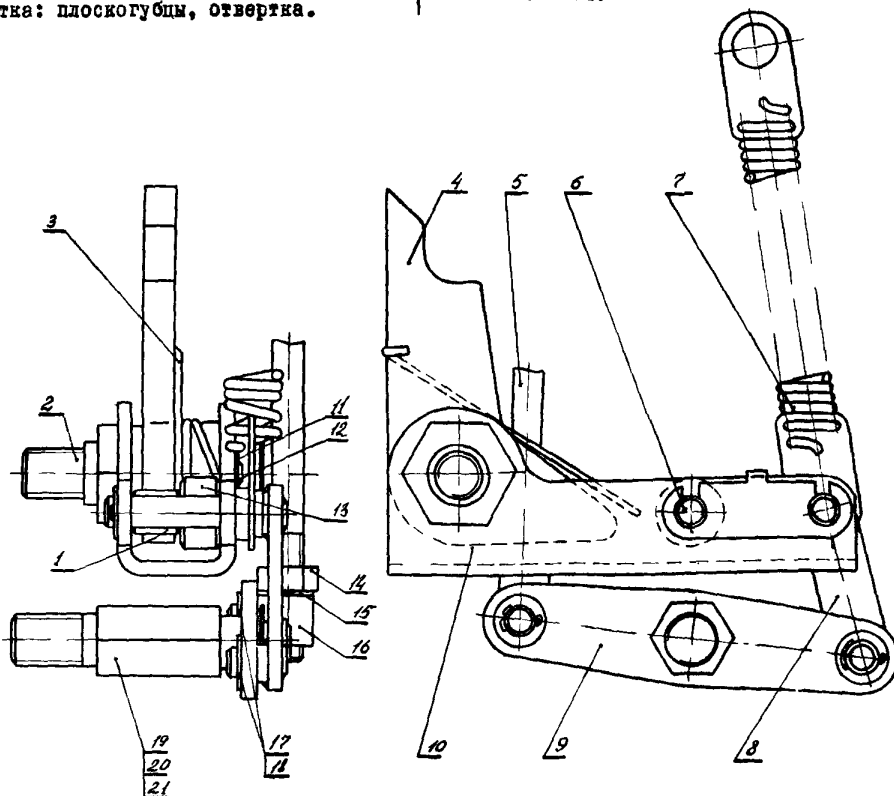
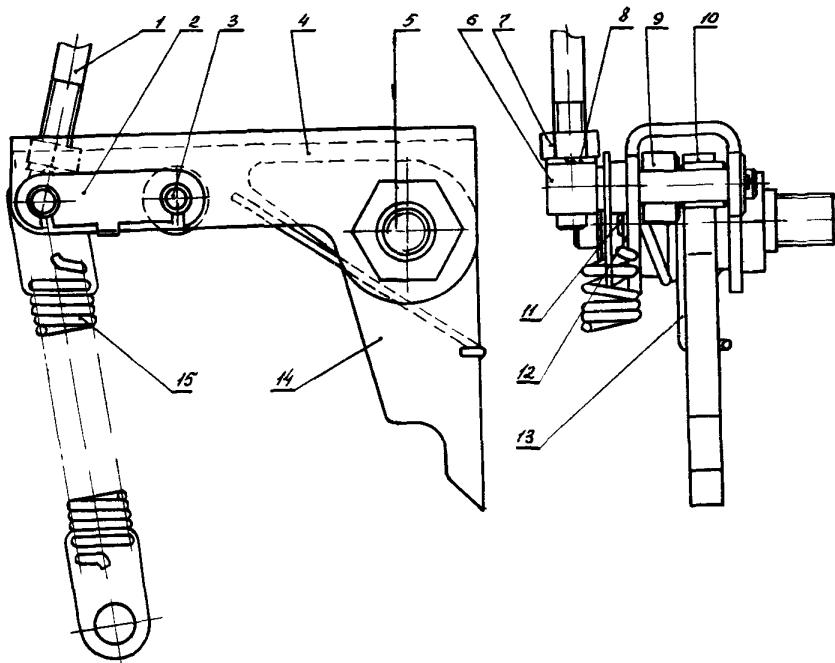

Рис.24. Запорное устройство включения:
Рис. 25. Запорное устройство отключения:
18.1. Расшплинтовать и снять с оси 2 запорного устройства включения (рис.24) пружину 15 (рис.25).
18.3. Расшплинтовать и снять с оси 5 узел запорного устройства отключения (см. рис.25).
18.4. Расшплинтовать и снять с осей 2 и 19 (рис.24) узел устройства включения с рычагом 9, тягой 5 и пружиной 7.
18.6. Осмотреть детали узлов и проверить, нет ли на собачках 4 (см.рис.24) и 14 (см.рис.25) и роликах 13 (см.рис.24), 9 и 10 (см.рис.25) задиров, сколов, вмятин и трещин; на пружинах 3 (см.рис.24), 13 (см.рис.25) трещины; заеданий и загибаний при вращении роликов; перемещения деталей относительно осей.
18.7. Проверить состояние (отсутствие задиров) осей 2, 19 (см. рис. 24) и 5 (см. рис. 25), их крепление в раме (подтянуть гайки).
18.8. Надеть на оси 2 и 19 (см. рис. 24) узел запорного устройства включения с рычагом 9 и зашплинтовать, предварительно смазав все трущиеся детали смазкой ЦИАТИМ-203 (ЦИАТИМ-221).
18.9. Надеть на ось 5 (см. рис. 25) узел запорного устройства отключения и зашплинтовать, предварительно смазав все трущиеся детали смазкой ЦИАТИМ-203 (ЦИАТИМ-221).
18.11. Установить пружину 15 (см. рис. 25) запорного устройства отключения на ось 2 (см. рис. 24) запорного устройства включения и зашплинтовать.